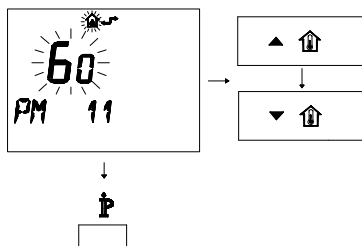

Figura 5.40
- Per modificare il SET programmato agire sui pulsanti \uparrow o \downarrow e aspettare che il numero programmato cominci a lampeggiare (Figura 5.40). Ogni passo incrementato o decrementato corrisponde a 1 secondo.